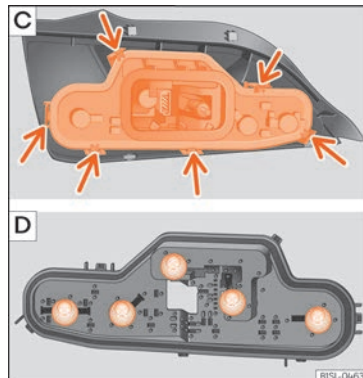

Fig. 90 Grup òptic posterior: C: desmuntar el portabombetes, D: desmuntar les bombetes.
8. Desbloquegeu el portabombetes a les brides de bloqueig (fletxa) » fig. 90 C i extraieu el portabombetes del llum posterior.
9. Substituïu la bombeta avariada per una bombeta nova idèntica » fig. 90 D.
10. Colloqueu el portabombetes en el grup òptic posterior. Les llengüetes de bloqueig (fletxa) han de quedar encastades de forma audible » fig. 90 C.